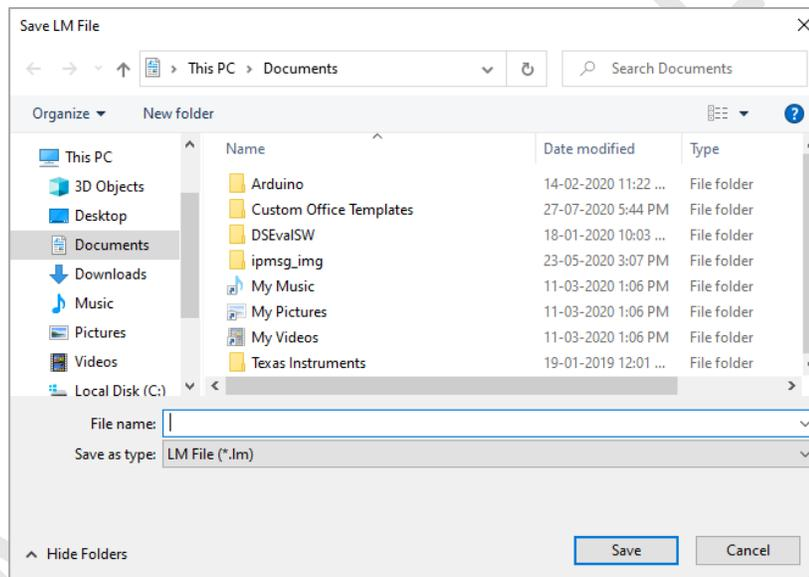

Figura 22 Seleccionar la ubicación del archivo para guardar el resumen de datos
- Abra la aplicación de software LMView-XS-E006 para realizar análisis para lecturas de proceso. La ventana emergente aparecerá como se muestra en la figura 22. Seleccione la ruta de archivo apropiada y el nombre del archivo por lotes para guardar el resumen de datos y presione  botón.